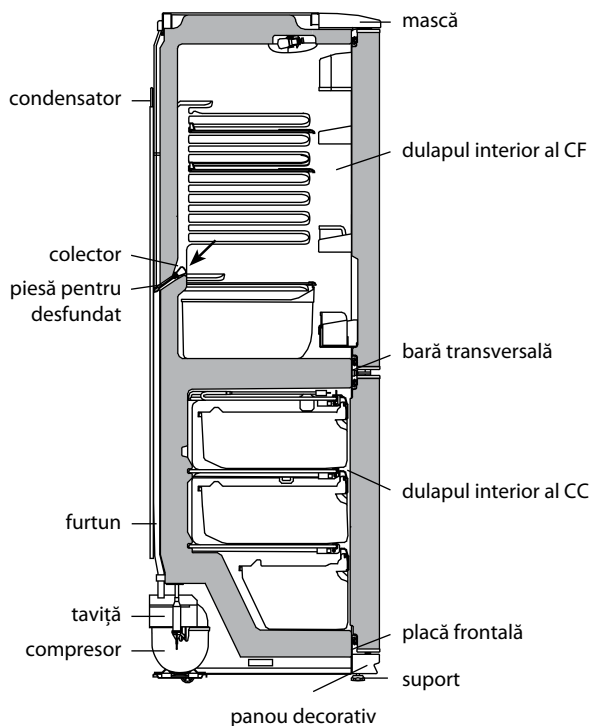

Figura 4 – Schema scurgerii apei rezultate în urma topirii din CF
2.2.1 În CF se folosește un sistem automat de dezghețare. Bruma, care apare pe peretele din spate al CF, după deconectarea compresorului care lucrează în ciclu, se topește și se transformă în picături de apă. Picăturile de apă rezultată în urma topirii se scurg în colector, apoi prin gaura acestuia și prin furtun – în tavița de pe compresor, în conformitate cu figura 4 și se evaporă. Gaura colectorului este dotată cu o piesă pentru prevenirea înfundării sistemului de drenaj.
Prezența apei în colector indică înfundarea sistemului de drenaj. Pentru eliminarea înfundării folosiți piesa corespunzătoare și curățați gaura colectorului, astfel ca apa să se scurgă liber în taviță, apoi spălați piesa și instalați-o în conformitate cu figura 4.
SE INTERZICE să utilizați frigiderul cu sistemul de scurgere înfundat. Apa care a apărut pe fundul CF sau care a ajuns în locul de alăturare a barei transversale și a dulapului interior al CF, în conformitate cu figura 4, poate provoca coroziunea dulapului exterior al frigiderului și elementelor agregatului frigorific, defectarea izolației termice, formarea crăpăturilor dulapului interior și defecțiunea frigiderului.
SE INTERZICE să decongețați congelatorul fără utilizarea elementului pentru drenare. Apa rezultată în urma topirii care se scurge din camera afară de elementul pentru drenare, pătrunzând în locul de alăturare a plăcii frontale la dulapul interior în conformitate cu figura 4, poate provoca coroziunea dulapului exterior al congelatorului și a elementelor